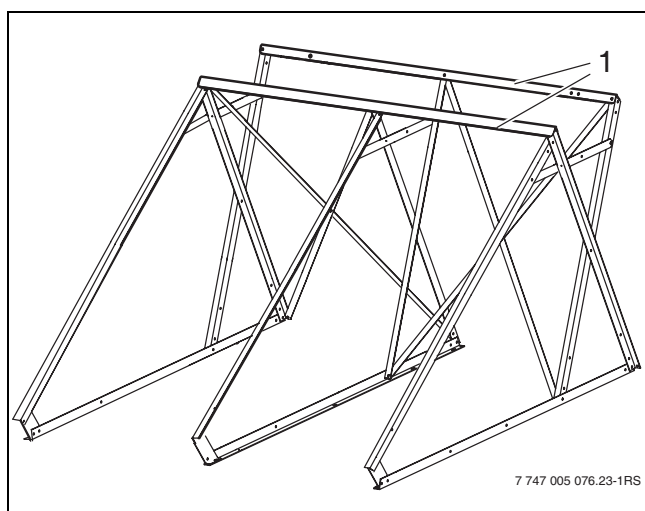

Fig. 22 Fijar escuadras de asiento del acumulador
- ▶ Atornillar la escuadra de asiento del acumulador (Fig. 22, (1)) primero sólo a la derecha y a la izquierda, a las cruces de los perfiles de soporte traseros y perfiles de soporte del acumulador.